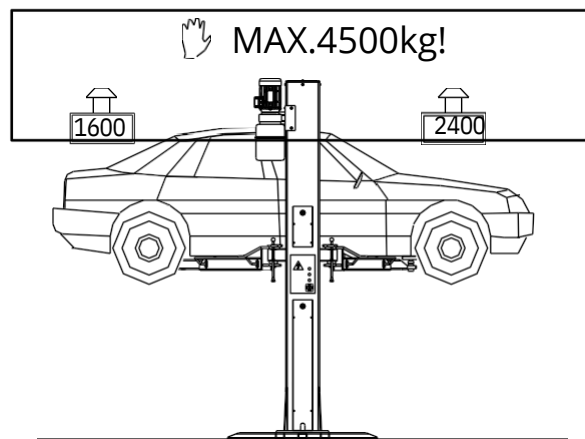
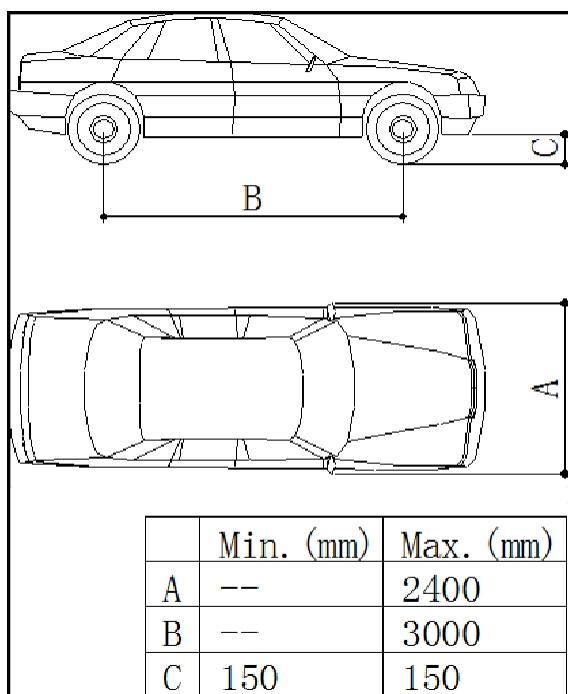

Fig. 7 Distribuição do peso
Fig. 6
- ◆ Apenas os veículos autorizados (Fig. 6 e Fig. 7) são levantados sem exceder a capacidade de carga e as dimensões totais.